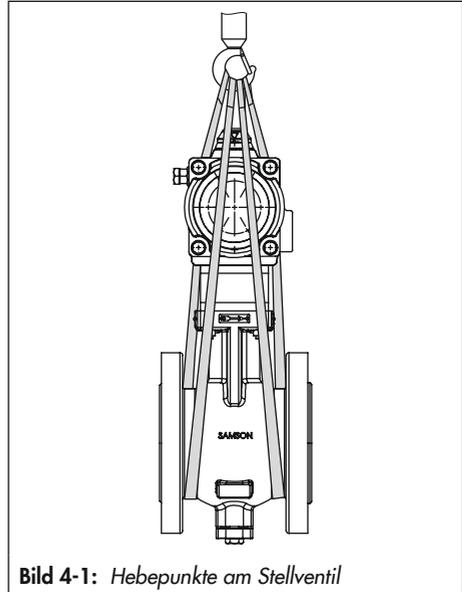

Bild 4-1: Hebebojen am Stellventil
- Als Tragmittel einen Haken mit Sicherheitsverschluss verwenden (vgl. Bild 4-1), damit die Anschlagmittel beim Heben und Transportieren nicht vom Haken rutschen können.
1. Je eine Hebeschlinge an den Flanschen des Gehäuses und am Tragmittel (z. B. Haken) des Krans oder Gabelstaplers anschlagen, vgl. Bild 4-1.